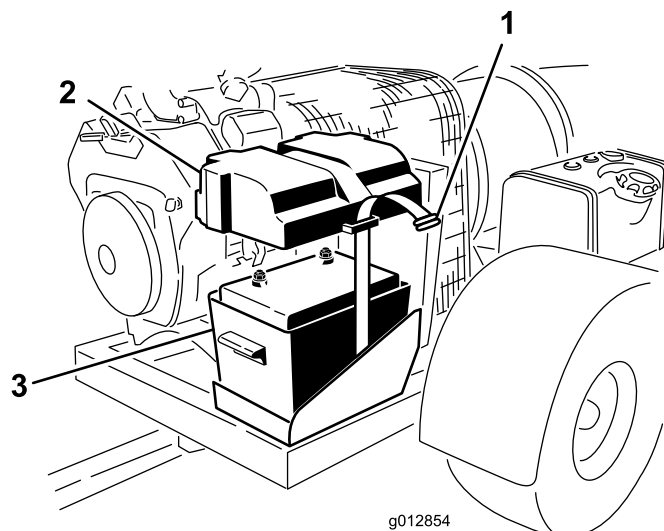

図 4
2. バッテリー・カバーをバッテリー・ボックスに固定しているベルト（ストラップ）を外す（図 4）。